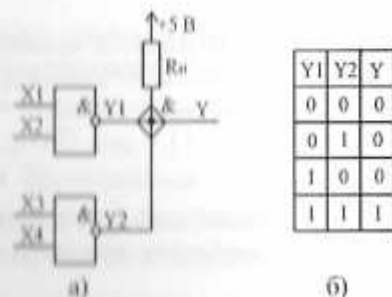

Рис. 1.10. Схемное И: а) схема; б) таблица истинности
8. Схемное И. Выходы нескольких элементов с открытым коллектором возможно соединять с общей нагрузкой R_n (рис. 1.10).